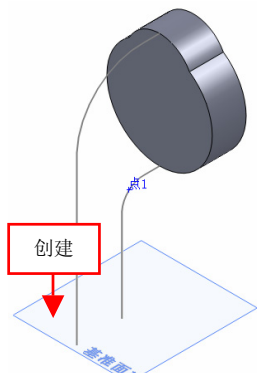

图 15-36 创建基准面 1 对象
(7) 单击【基准面】按钮，弹出【基准面】属性管理器，选择上视基准面和草图 3 对象的端点为参考实体，单击【确定】按钮，即可创建基准面 1 对象，如图 15-36 所示。